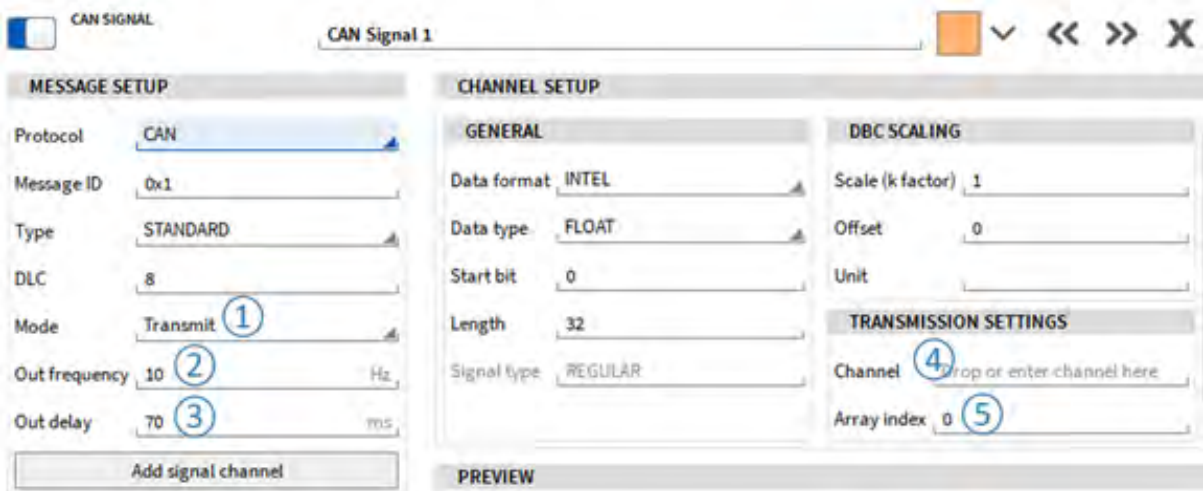

Fig. 7.211: CAN output 设置
输出模式 (见图 7.211 中的中的 ⑥) 有两种设置选项: AVERAGE 用于计算一个输出周期内的线性平均值, LAST_VALUE 则输出最后一个有效样本。